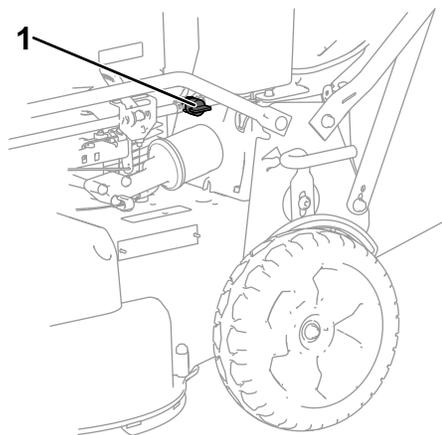

Рисунок 14
2. Откройте отсечной топливный кран (Рисунок 14).